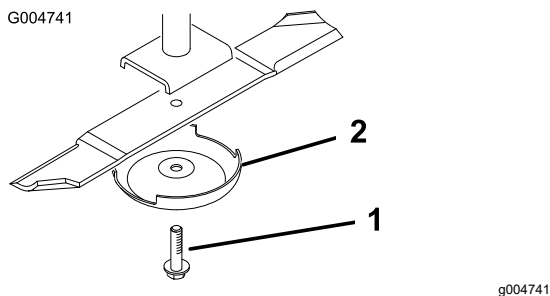

Figura 141
3. Retire del eje de la cuchilla el perno de la cuchilla, el protector de césped y la cuchilla (Figura 141).